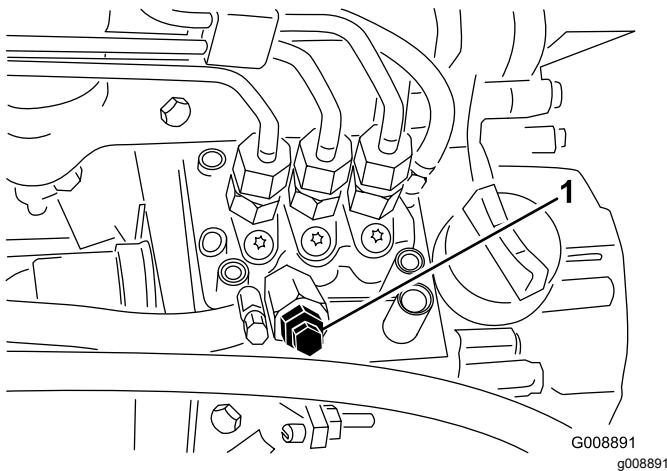

Bild 48
4. Öffnen Sie die Entlüftungsschraube an der Kraftstoffeinspritzpumpe (Bild 48).